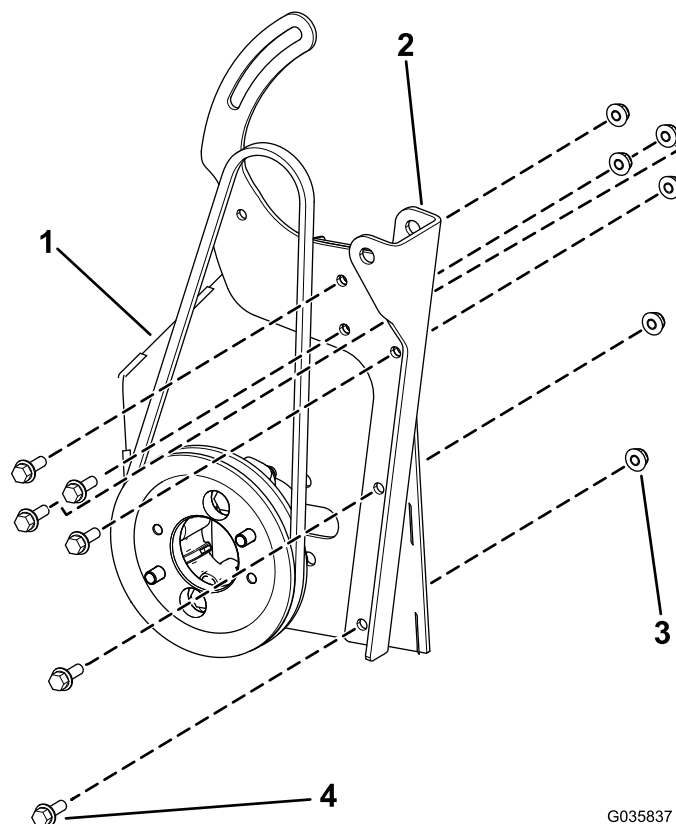

Figura 10
2. Monte el soporte del alternador en el soporte de la bomba hidráulica con los 6 tornillos de cabeza hexagonal con arandela prensada ($\frac{1}{4}$ " x $\frac{3}{4}$ ") y las 6 tuercas con arandela prensada ($\frac{1}{4}$ "), según se muestra en Figura 10.